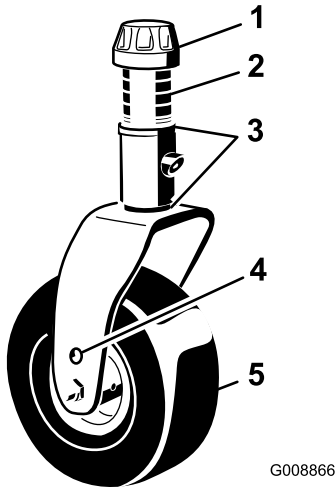

Figure 18
5. Enlevez le chapeau de tension de l'axe de pivot et sortez l'axe du bras de la roue pivotante (Figure 18).